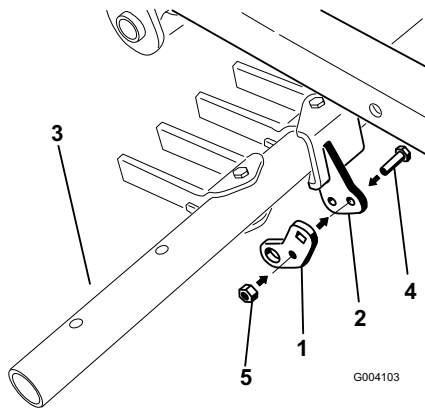

Figure 13
2. Avec un boulon (5/16 x 1 pouce) et un contre-écrou (5/16 pouce), fixez sans serrer le trou central de la patte de pivot au support de pivot de la barre porte-outil (Figure 13).
- Serrez le boulon de pivot central (repère 4 de la Figure 13) à un couple de 20 à 25 Nm.